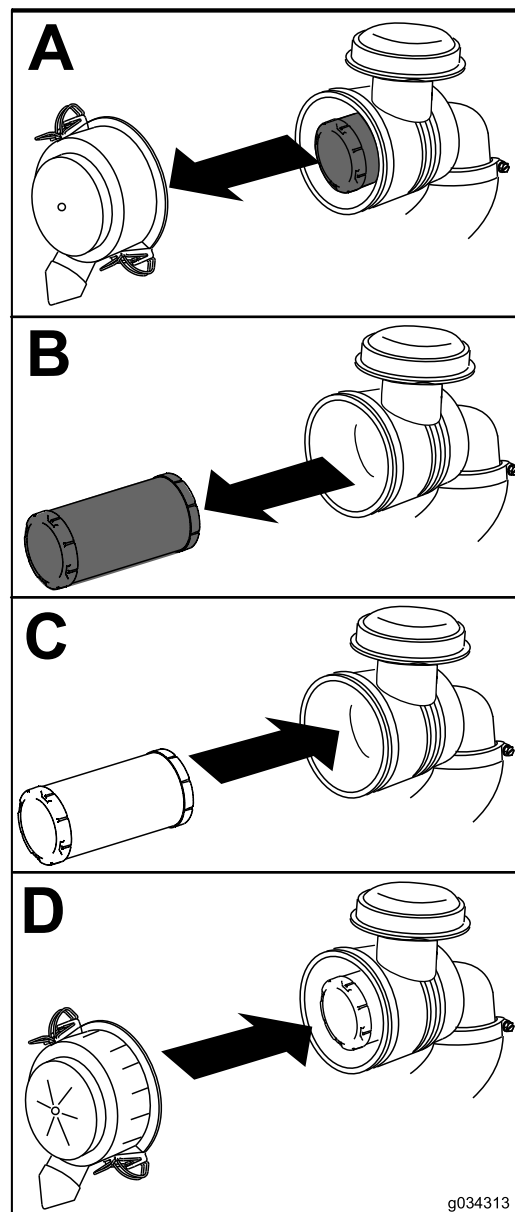

Figure 41
1. Sortez l'élément filtrant hors du boîtier du filtre à air avec précaution (Figure 41).
4. Reposez le couvercle du filtre à air, le côté portant l'inscription UP en haut, puis verrouillez-le en place (Figure 41).